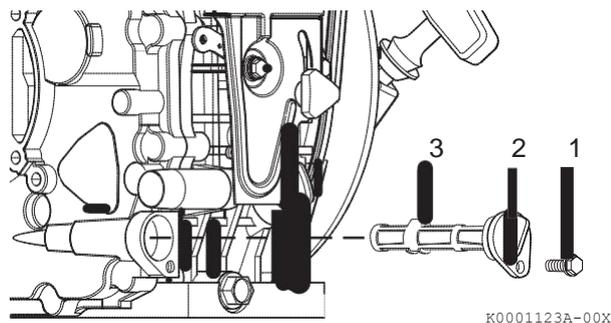

Figure 4
1. Enlevez la vis de maintien du filtre à huile (**Figure 4, (1)**).
2. Retirez le bouchon de filtre à huile (**Figure 4, (2)**) et enlevez le filtre à huile (**Figure 4, (3)**).
4. Montez le filtre à huile (**Figure 4, (3)**).
5. Assurez-vous que le bouchon de filtre à huile est bien monté sur son support (**Figure 4, (2)**).
6. Remontez et serrez le boulon de maintien de filtre (**Figure 4, (1)**).